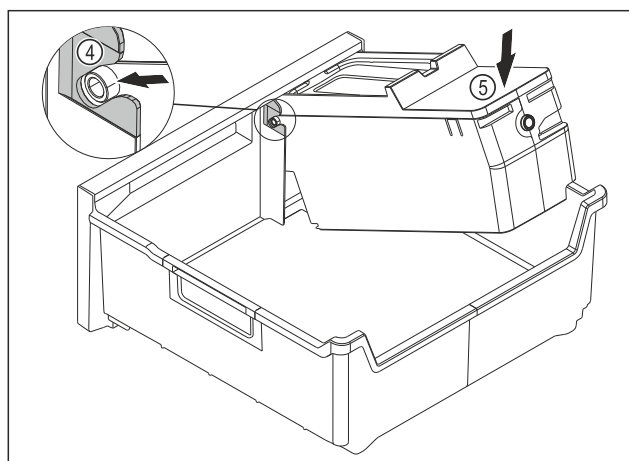

Fig. 145
- Montáž korpusu EasyTwist-Ice: Osi korpusu EasyTwist-Ice zasunúte do vedení Fig. 145 (4).
- Zatlačte korpus EasyTwist-Ice Fig. 145 (5) zozadu smerom nadol.